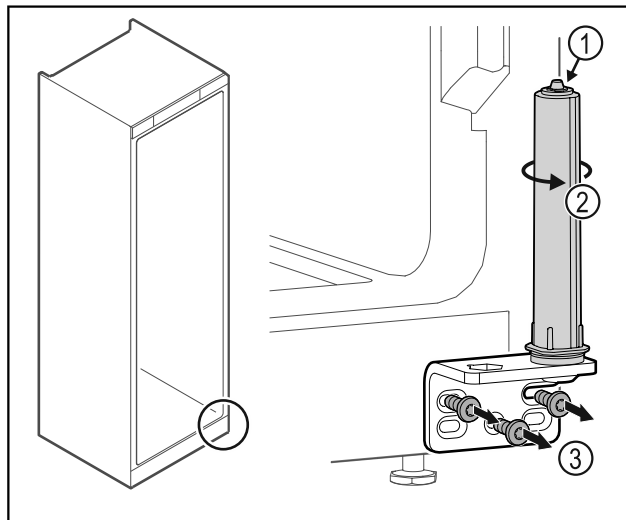

Fig. 37
► Ne szedje szét az ajtó zárrendszert Fig. 37 (1).
- Forgassa el a zárrendszert Fig. 37 (2), amíg az be nem kattann.
- Csavarozza le a csuklópántot Fig. 37 (3).